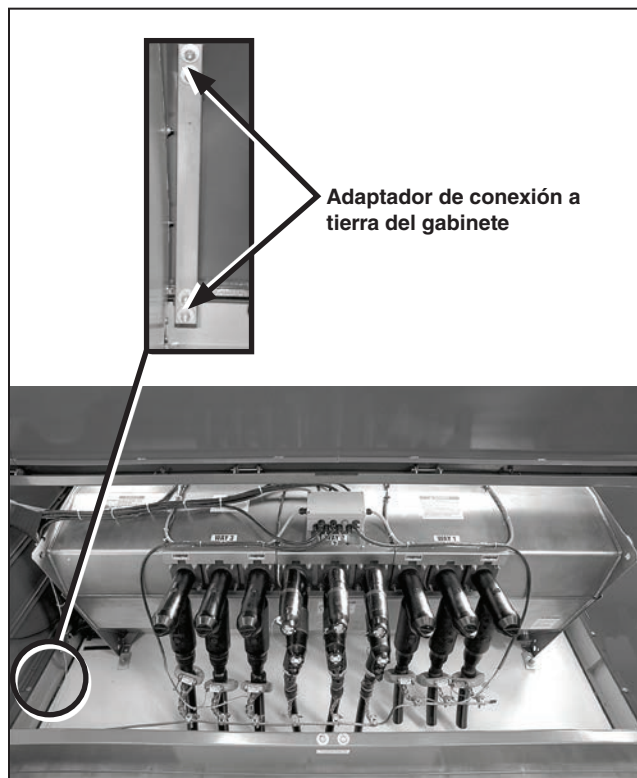
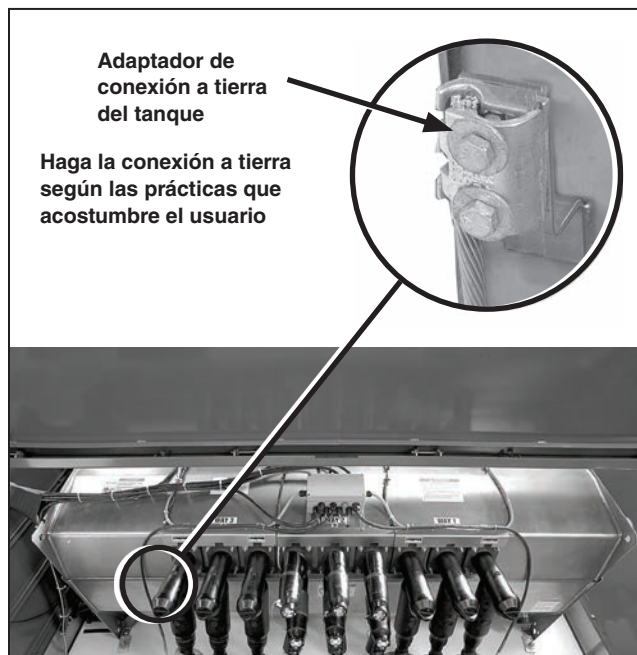
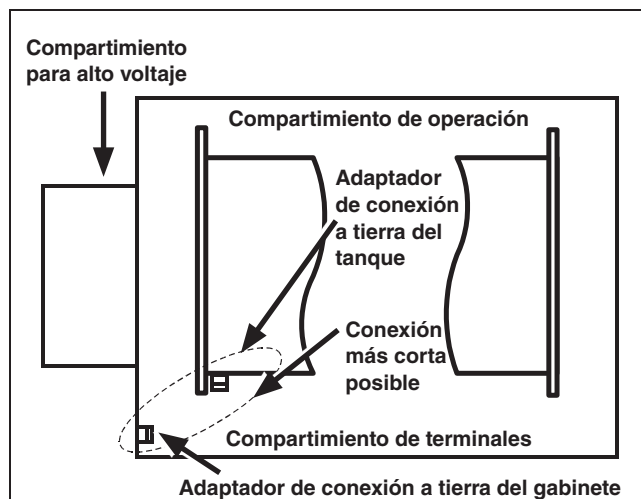

Figura 17. Orientación del adaptador de conexión a tierra del gabinete estilo pedestal.
Figura 18. Uso de zapata de conexión a tierra del gabinete para montaje en pedestal.
Figura 19. Adaptador de conexión a tierra del gabinete para pedestal.
- PASO 2.** Conecte el adaptador de conexión a tierra del tanque y el adaptador que está en el interior del gabinete a la instalación del sistema de tierras de acuerdo con las costumbres normales de conexión a tierra del usuario. Conecte el adaptador de conexión de tierra del tanque al del gabinete con la conexión más corta posible. Ver Figura 17, Figura 18, y la Figura 19 en la página 17.